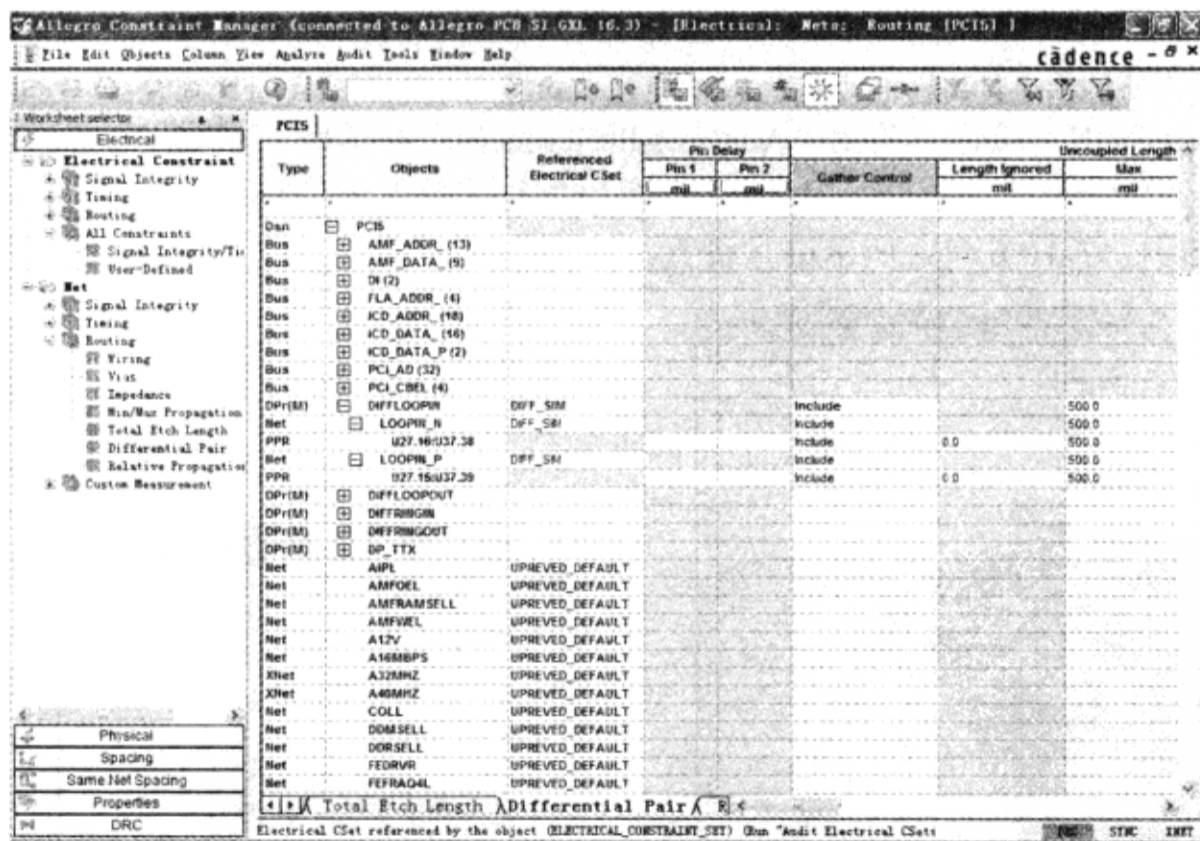

图 6-7-4 差分对约束
(6) 单击“OK”按钮，关闭“Filter”窗口。
(7) 在“Allegro Constraint Manager”窗口双击“Net”→“Routing”→“Differential Pair”前的表格符号，如图 6-7-4 所示。